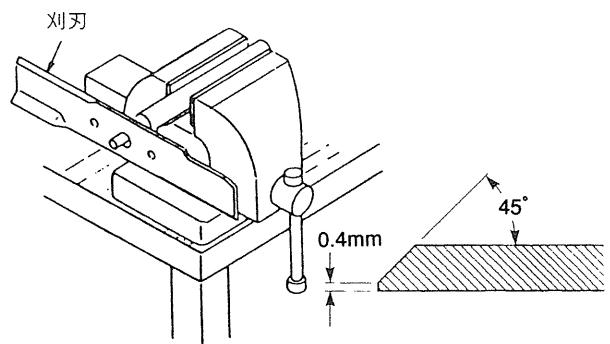

図 65 刈刃のバランスの取り方
- (1) モアを本機から外して、上下ひっくり返して裏向きにする。
- (2) 刈刃とモアカバーの内側との間に木片をはさみ、刈刃を着脱するときの回り止めにする。
- (3) 刈刃締付けボルトを外し刈刃を取外します。
- (4) 刈刃の刃部の角度は図65のように45°にしておいてください。
- (5) 刀先厚を0.4 mm 確保してください。
- (6) 研ぎ上がった刈刃は取付ける前に回転のバランスを確認してください。刈刃のバランスが悪いと刈刃回転中に振動が発生しモアの破損の原因となります。もしバランスが取れていない場合は、バランスが取れるまで、刈刃の重い側を削ってください。